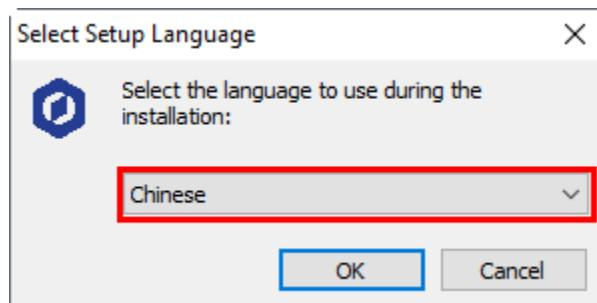

图 2.5 选择 Chinese
**步骤 3** 请根据实际情况，选择安装语言，比如选择“Chinese”。如图 2.5 所示。